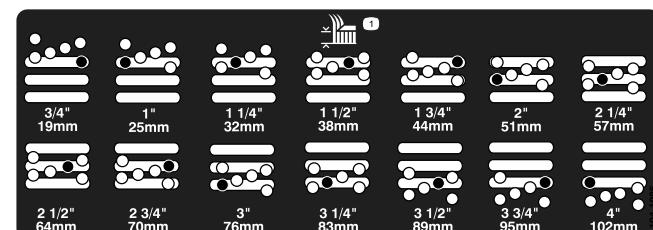

図 19
4. チェンバを支えておきながらスペーサを取り外す図 19。
5. 希望の刈り高にチェンバを合わせ、その刈り高の穴とスロットにスペーサを通して図 19。